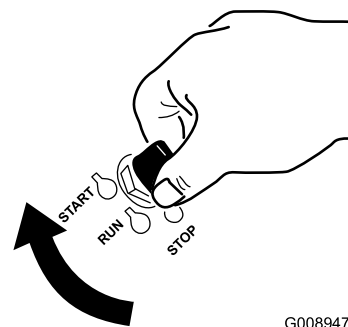

Figure 17
1. Tournez la clé de contact à la position de démarrage (Figure 17).